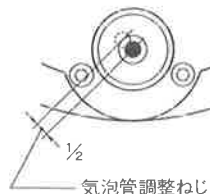

図6.3
- 4) あとの半分を六角棒スパナ⑬を使い、円形気泡管調整ねじ④を回して、○内に気泡を入れて下さい。(図6.3)